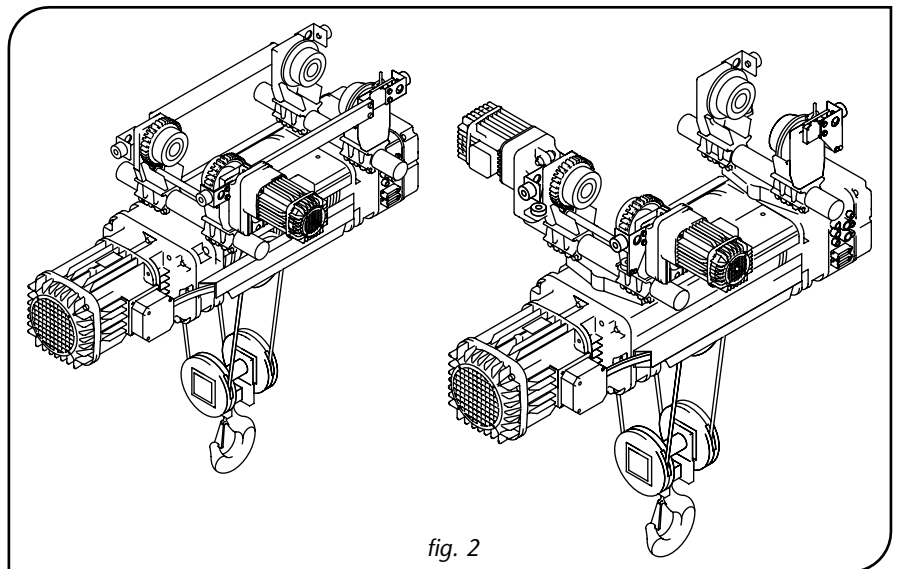

fig. 2
- **Con carrello elettrico di traslazione, monotrave, tipo DST/N/S:** (fig. 2)